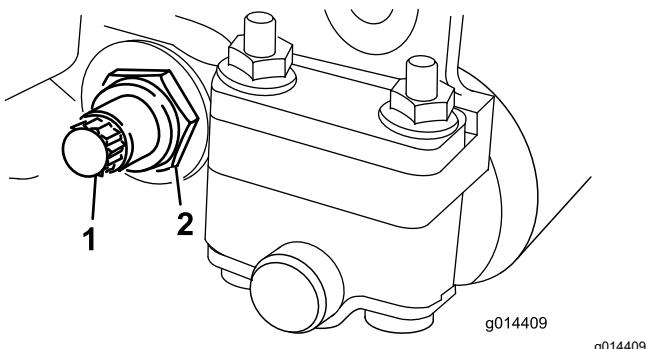

Figura 14
3. En cada lado de la máquina, afloje la contratuerca que fija el perno de la barra de asiento (**Figura 14**).
4. Retire todos los pernos de la barra de asiento, para poder tirar de la barra hacia abajo y retirarla de la unidad de corte (**Figura 14**).